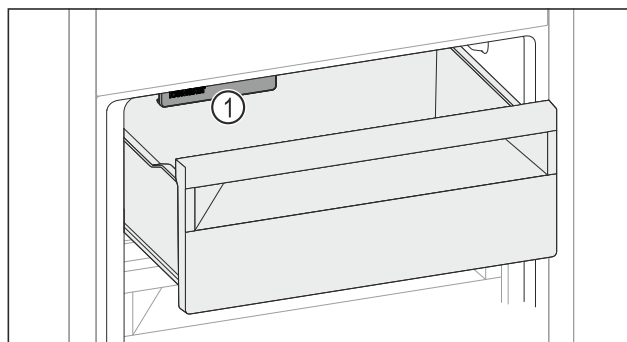

Fig. 46
- ▶ Dávejte pozor na IceMaker Fig. 46 (1).